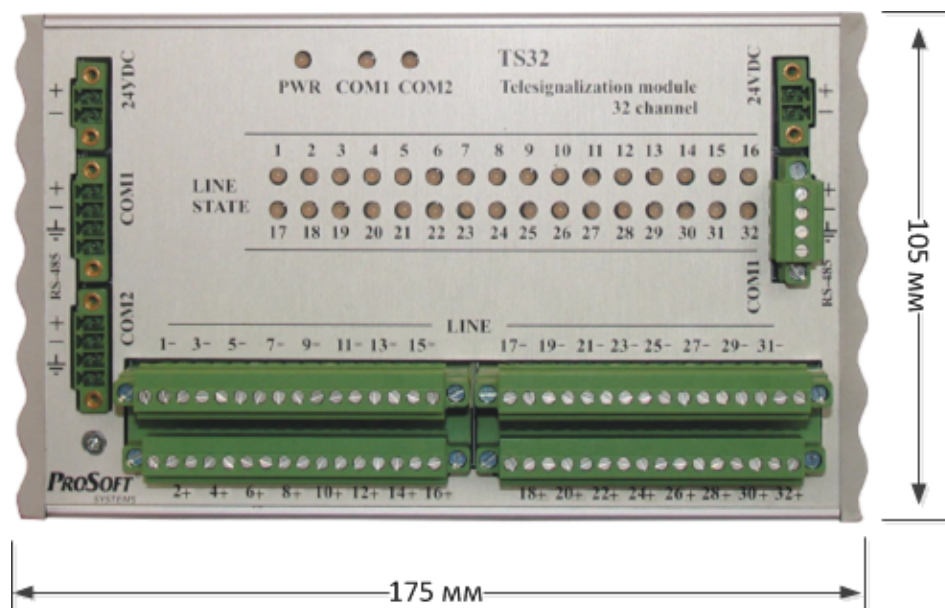

Рисунок 1 – Габаритный чертеж TS32
1.2.3.2 Порты и разъемы расположены на лицевой панели корпуса (рисунок 1).
1.2.4.2 Индикаторы размещены на лицевой панели TS32 (рисунок 1).